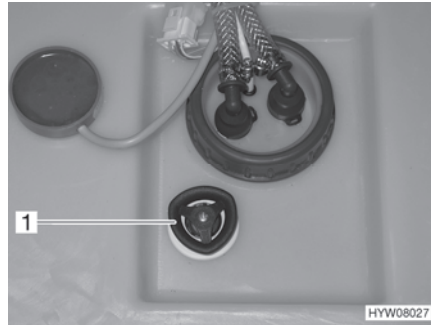

Bild 156 Wassertank mit Drehgriff
- Auf dem Wassertank den Drehgriff (Bild 156,1) entgegen dem Uhrzeigersinn über den Widerstand hinaus bis zum Anschlag drehen, um die Ablauföffnung vollständig zu öffnen.